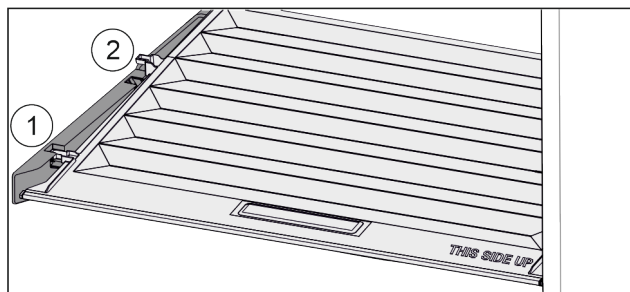

Fig. 107
- Veko potiahnite dopredu až k otvoru v prídržných dieloch Fig. 107 (1).
- Vzadu ho nadvihnite zospodu a zložte smerom nahor Fig. 107 (2).